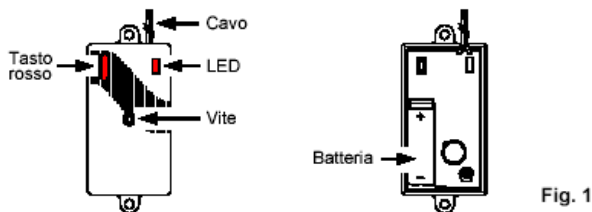

Fig. 1
- Sostituire la batteria rispettando la giusta polarità (vedi Fig. 1)